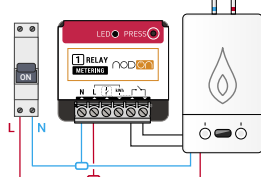

Imagen 2
- Realice el cableado del módulo multifunción Zigbee con medición según el esquema de la imagen 2, teniendo especial cuidado de conectar los 2 cables de control del termostato de ambiente (ver manual de la caldera).